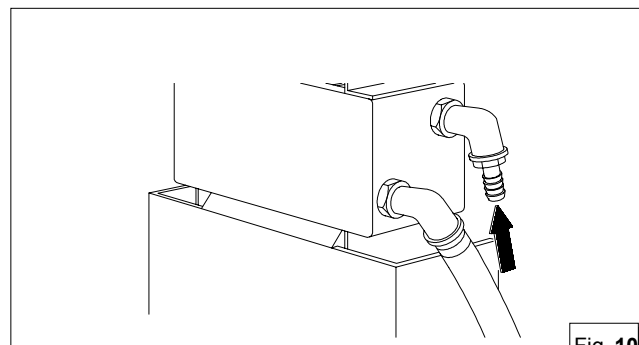

Fig. 10
il circuito di raffreddamento va allacciato allo scambiatore (fig. 10).
***NOTE:** Nous conseillons de porter la conduite de drainage jusqu'à la sentine car de petites quantités d'eau pourraient s'écouler de cette conduite durant le fonctionnement normal. Le circuit de refroidissement doit être raccordé à l'échangeur (figure 10).*